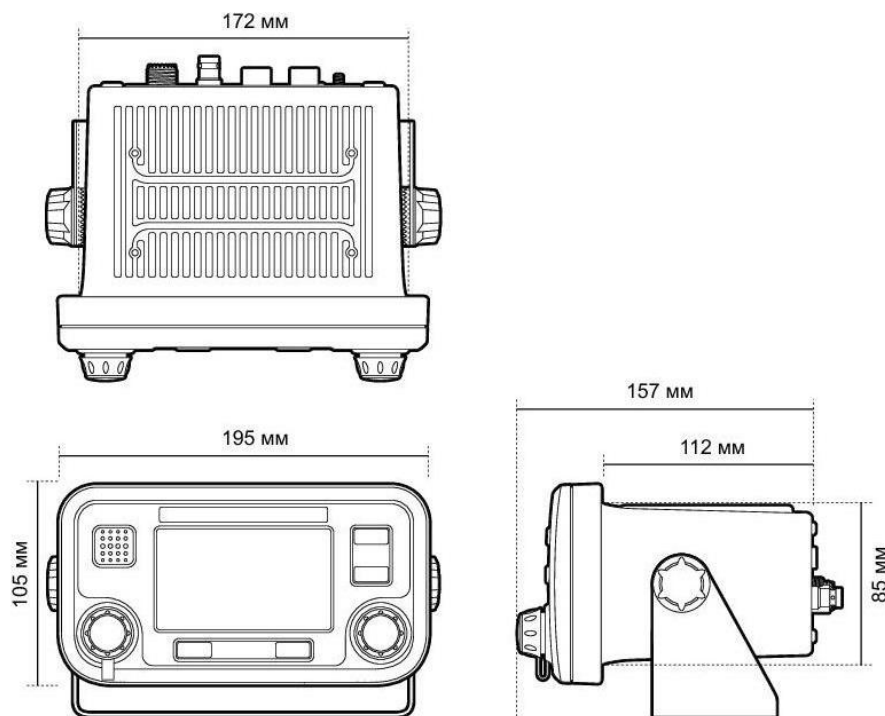

Рис. 34 Габаритные размеры приемопередатчика АИС
- Вокруг приемопередатчика АИС должно быть достаточно места для укладки кабелей. Размеры приемопередатчика АИС см. на Рис. 34.